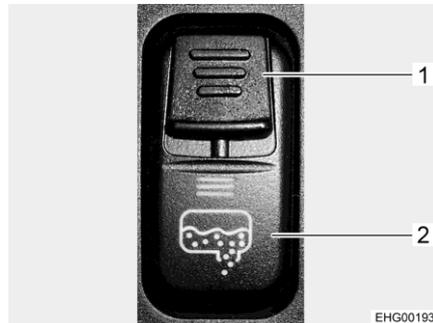

Fig. 211 Interruttore a bilico (scarico delle acque grigie)
- Spostare verso il basso il cursore di sicurezza (Fig. 211,1) sull'interruttore a bilico e, contemporaneamente, premere in basso l'interruttore a bilico (Fig. 211,2). In questo modo la valvola delle acque grigie viene aperta e il serbatoio delle acque grigie svuotato. Il LED si accende e resta acceso finché la valvola delle acque grigie rimane aperta.